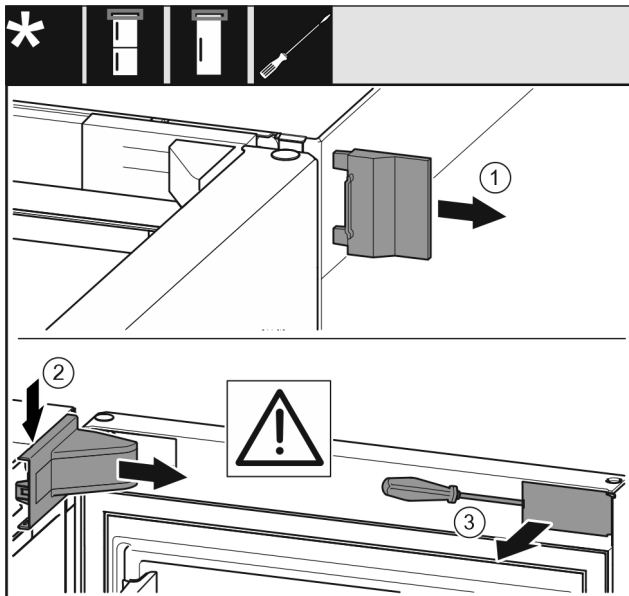

Fig. 10
► Nuimkite išorinę dengiamąją plokštelę Fig. 10 (1).
► Atfiksukite atraminės gembės dengiamąją plokštelę Fig. 10 (2) ir ją nuimkite.
► Išdrožiniu atsuktuvu atfiksukite apdailos skydelį Fig. 10 (3) ir pasukite jį į šoną.